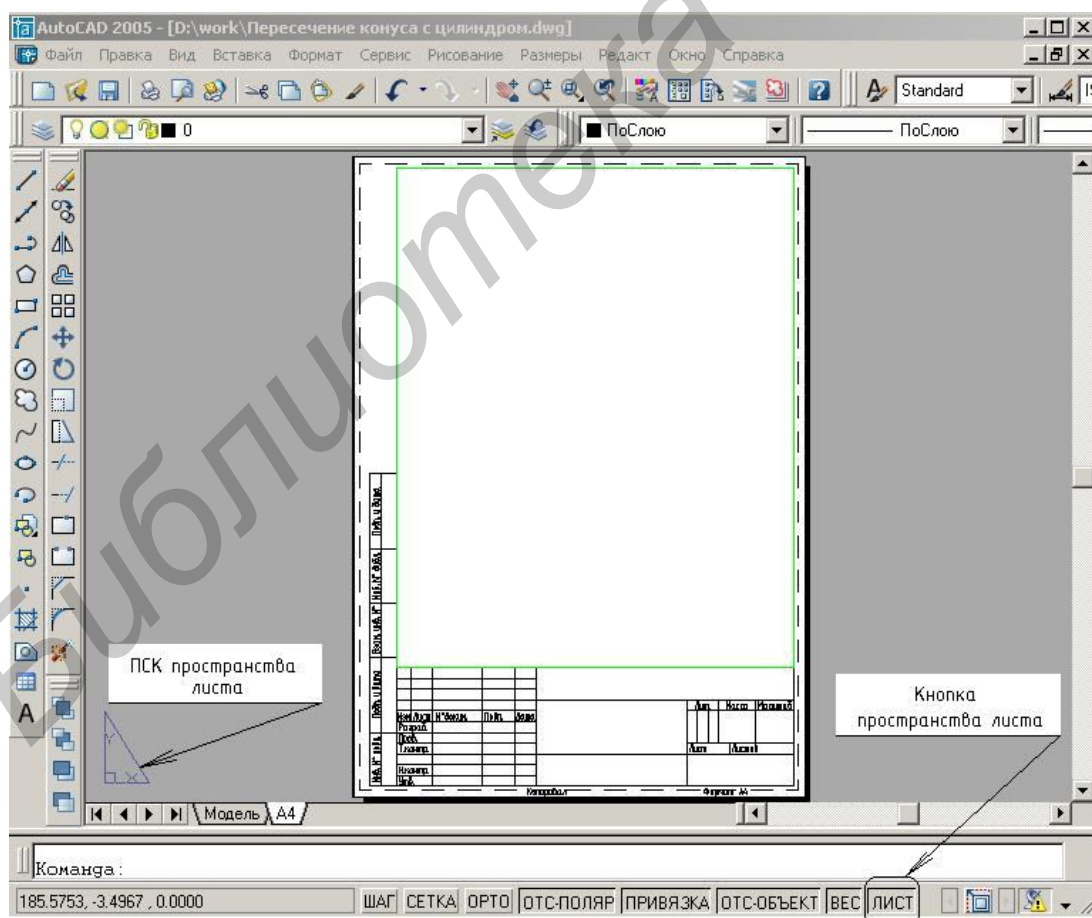

Рис. 2.6. Пространство листа (формат А4)
**Результат:** на экране отобразится страница заданного формата (рис. 2.6). Прерывистой линией показана область печати. Изображение, выходящее за эти границы, не будет выведено на печать из-за ограничения принтера. На данном этапе в настройках листа А4 не выбран какой-либо конкретный принтер, поэтому на прерывистую линию области печати можно не обращать внимания. В левом нижнем углу размещена пиктограмма ПСК, которая в пространстве листа имеет вид треугольника, и индикация кнопки «Лист», что также символизирует о том, что мы находимся в пространстве листа.